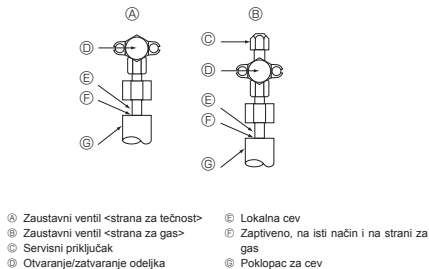

Fig. 5-4
5.4. Metod za testiranje nepropusnosti cevi za rashladno sredstvo (Fig. 5-4)
- Ako se pritisak smanji u koracima (2) ili (3), postoji curenje gasa. Potražite mesto na kom gas curi.